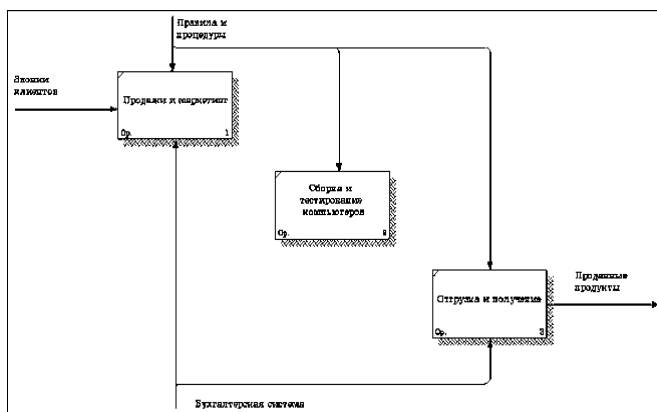

Рис. 49. Связанные граничные стрелки на диаграмме A0
4. Перейдите в режим рисования (редактирования) стрелок, воспользовавшись кнопкой  на палитре инструментов. Свяжите граничные стрелки с работами так, как это показано на рис. 49. Для связывания стрелок входа, управления или механизма, щелкните по наконечнику стрелки, а затем щелкните по соответствующему сегменту работы. Для связывания стрелки выхода необходимо щелкнуть по сегменту выхода работы и затем по стрелке. Для разветвления стрелки нужно щелкнуть по фрагменту стрелки (в точке разветвления) и по соответствующему сегменту работы. Для слияния двух стрелок выхода нужно сначала щелкнуть по сегменту выхода работы, а затем по соответствующему фрагменту стрелки. Сделайте разветвление стрелки управления "Правила и процедуры" на три стрелки ко всем трем работам. Сделайте разветвление стрелки механизма "Бухгалтерская система" на две стрелки к работам 1 и 3.